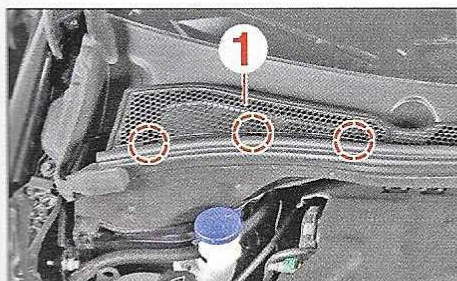

FIG.1
- Déposer la trappe d'accès (1) (Fig.1).